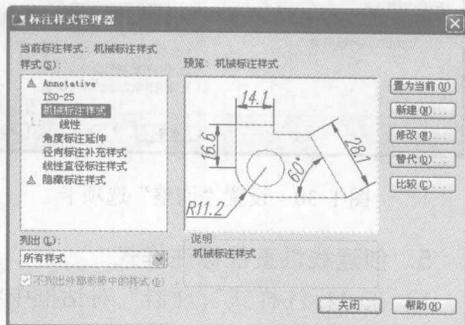

图 1-35 创建“隐藏标注样式”
2) 单击“确定”按钮，返回到“标注样式管理器”对话框，将“样式替代”重新命名为“隐藏标注样式”，该样式和原有的尺寸样式并列显示在样式列表框中，如图 1-35 所示。